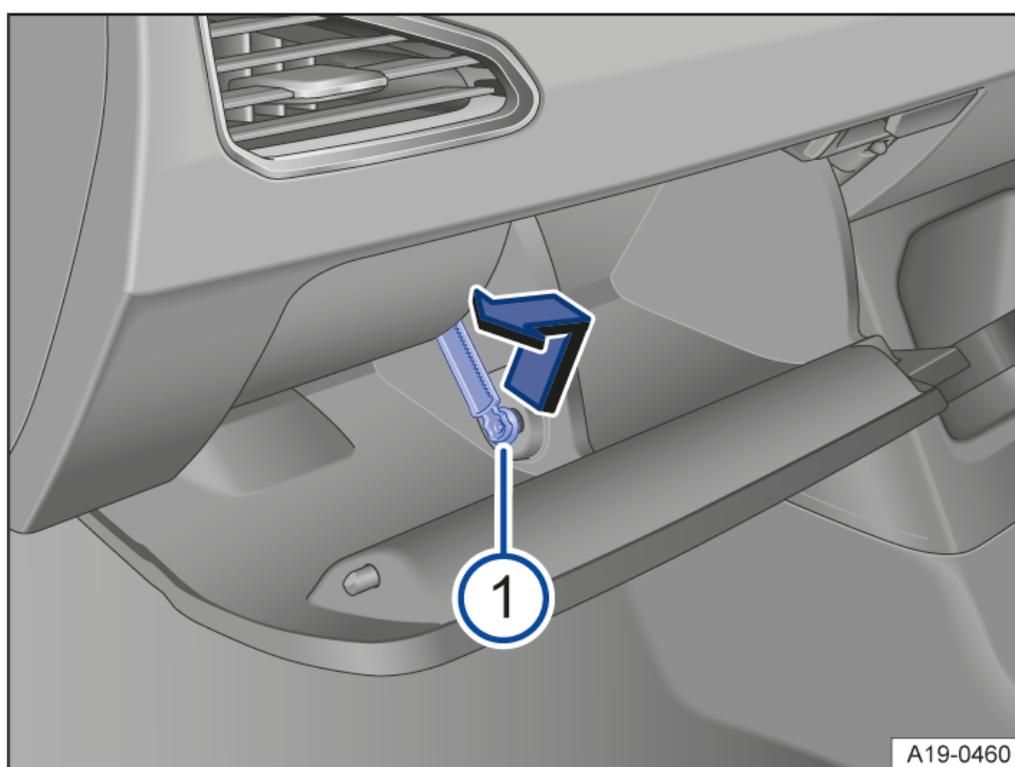

Abb. 2 Rechtslenker: geöffnetes Handschuhfach.
- Bremsselement nach oben in die Öffnung der Halterung schieben und seitlich herausziehen → Abb. 2 (1).